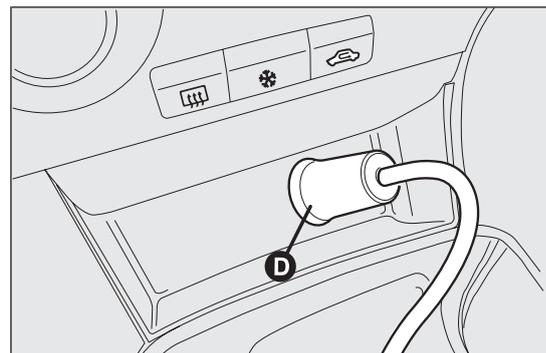
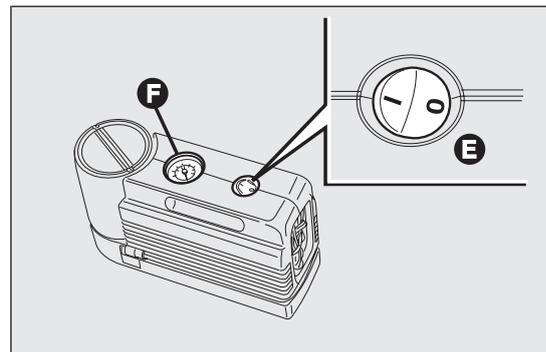

fig. 153
fig. 154
- asegurarse de que el interruptor E fig. 154 del compresor esté en posición 0 (apagado), poner en marcha el motor, conectar el enchufe D fig. 153 en la toma del encendedor y accionar el compresor colocando el interruptor E fig. 154 en la posición I (encendido). Inflar el neumático de acuerdo con la presión indicada en el apartado
"Presiones de inflado en frío", en el capítulo "Datos técnicos". Para obtener una lectura más precisa, se recomienda controlar el valor de la presión en el manómetro F fig. 154 con el compresor apagado;